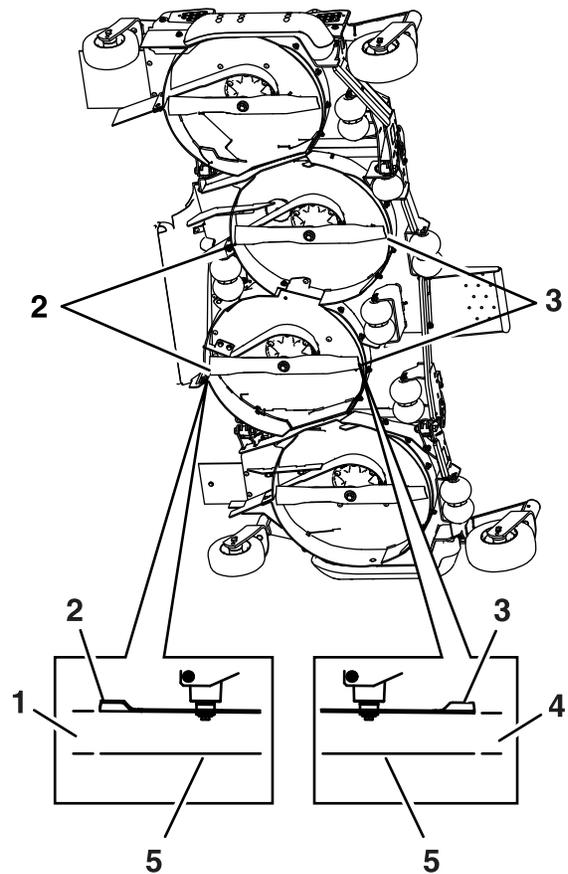

Figura 71
- 10. Mida desde la superficie nivelada hasta la punta delantera de las cuchillas derecha e izquierda de la carcasa central (Figura 71).